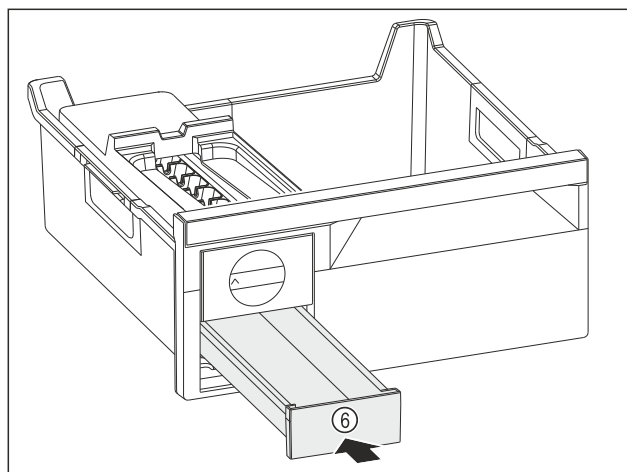

Fig. 136
- Spingere verso l'interno il cassetto del ghiaccio Fig. 136 (6).